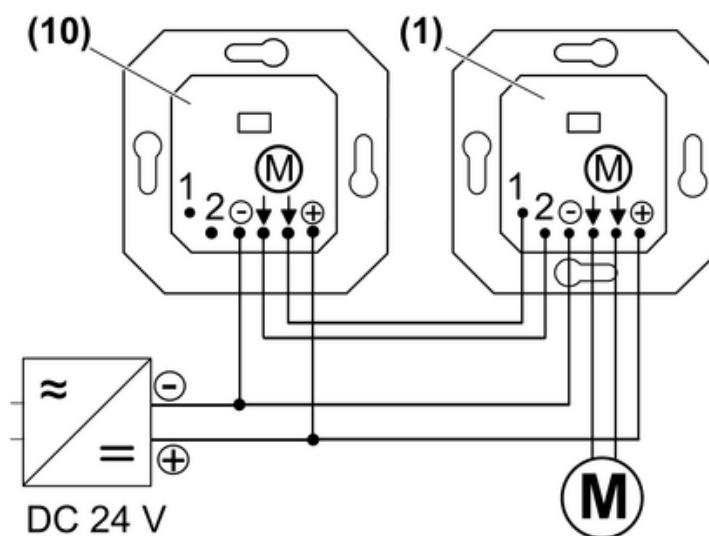
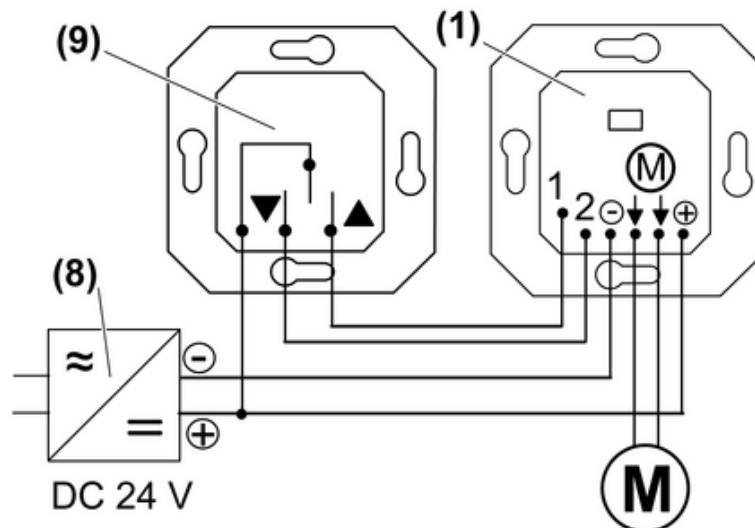
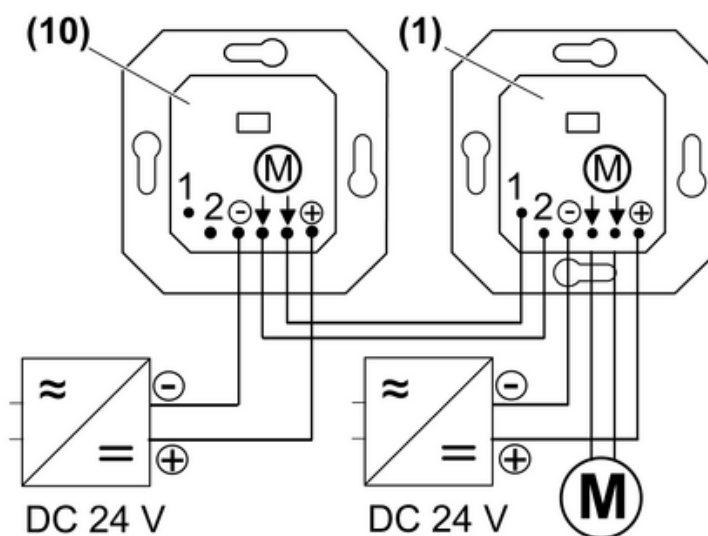

Figura 5: Modulo con altro modulo 24 V come regolatore esterno
Figura 6: Schema di collegamento del modulo con regolatore esterno meccanico
Figura 7: Schema di collegamento: due moduli alimentati da due alimentatori
- Collegare il regolatore esterno secondo lo schema di collegamento (figura 5), (figura 6) o (figura 7).